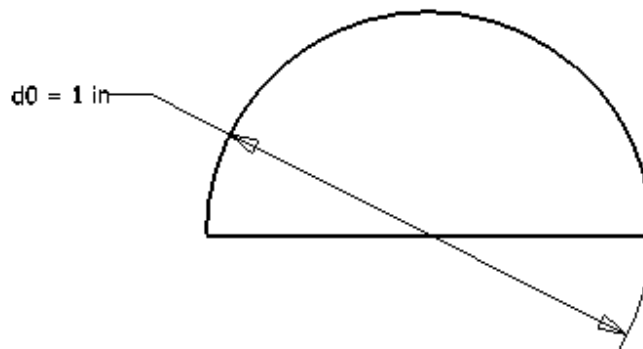

Figura 3.19 Uso del comando TRIM para generar un medio círculo.
- Presione DONE y FINISH SKETCH en la ventana de menú auxiliar para finalizar, figura 3.19.